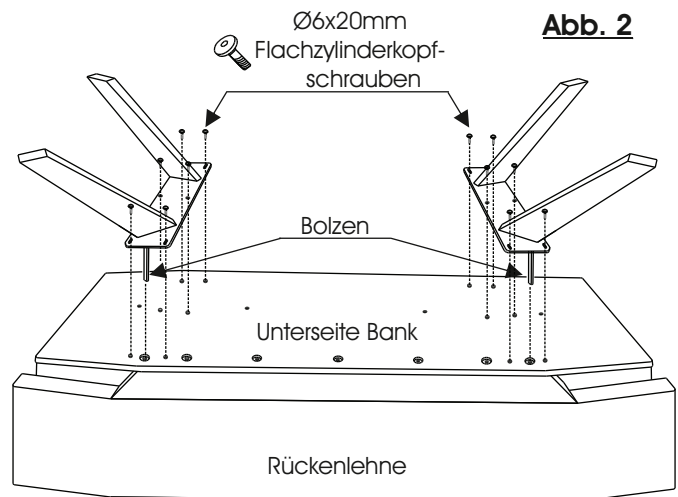

Abb. 2
- Legen Sie sich die Bank mit der Unterseite nach oben zurecht und positionieren die Fußgestelle auf diese Fläche. Die Bolzen dienen zur Stabilisierung der Rückenlehne und werden durch den unteren Boden in die Lehne geschoben. (Abb. 2)
- Verschrauben Sie die Fußgestelle mit je sechs $\text{\O}6 \times 20 \text{mm}$ Flachzylinderkopfschrauben. (Abb. 2)